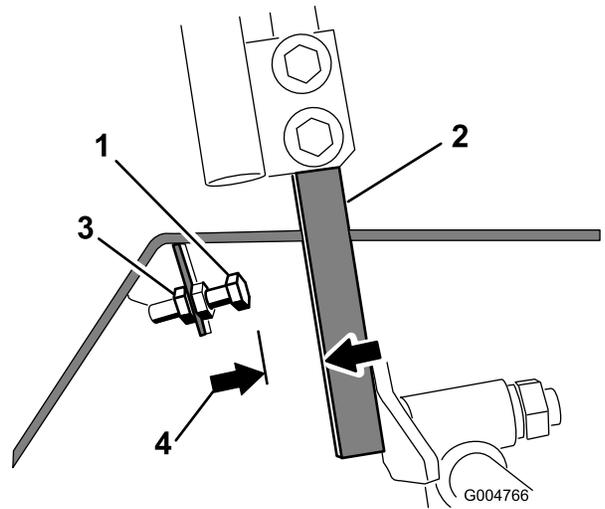

Figura 53
4. Solte a porca de retenção no parafuso de paragem para uma alavanca de controlo (Figura 53).